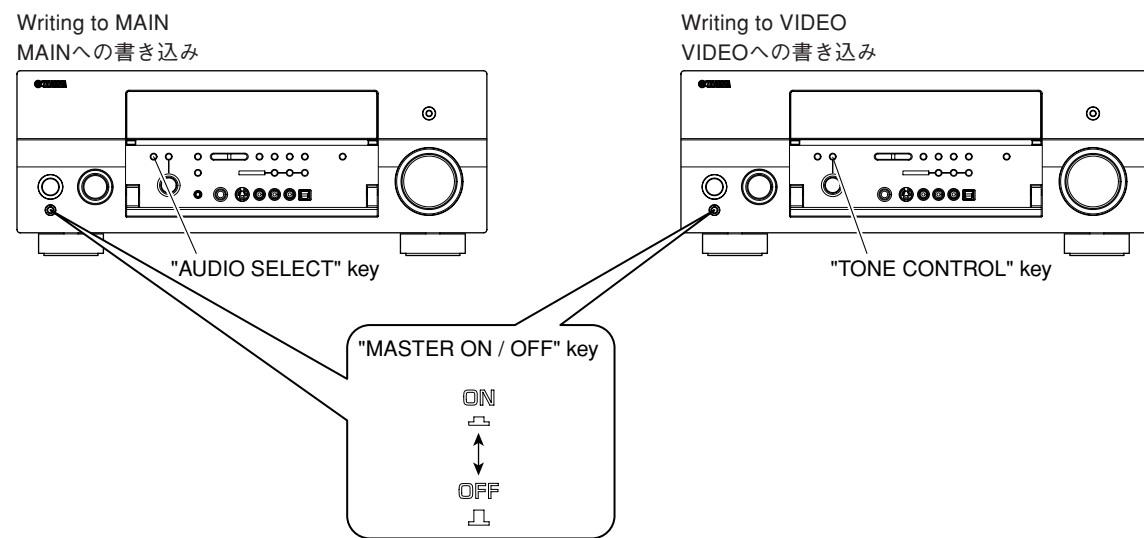

Fig. 8
5. Press the "MASTER ON/OFF" key of the main unit to turn it on. (Fig. 8)
6. For writing to MAIN, while pressing the "AUDIO SELECT" key of the main unit, connect the power cable of the main unit to the AC outlet. (Fig. 8)
For writing to VIDEO, while pressing the "TONE CONTROL" key of the main unit, connect the power cable of the main unit to the AC outlet. (Fig. 8)
5. 本機の"MASTER ON/OFF"キーを押して、ONの状態にします。(Fig. 8)
6. MAINへの書き込みには、本機の"AUDIO SELECT"キーを押しながら、本機の電源コードをACコンセントに接続します。(Fig. 8)
VIDEOへの書き込みには、本機の"TONE CONTROL"キーを押しながら、本機の電源コードをACコンセントに接続します。(Fig. 8)